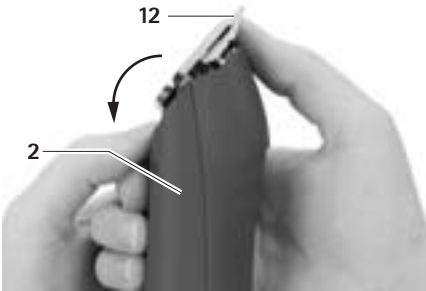

Fig. 4
- Déployer la tête de tonte **12** vers l'avant, voir Fig. 4.